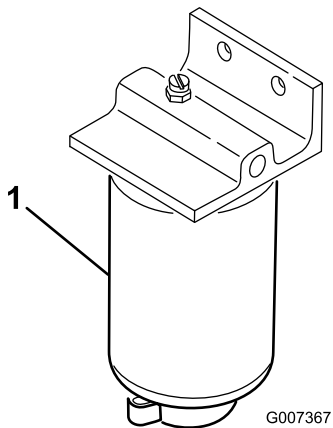

图38
1. 在燃油滤清器下面放置一个清洁容器（图38）。
2. 清洁滤清器的安装区域（图38）。